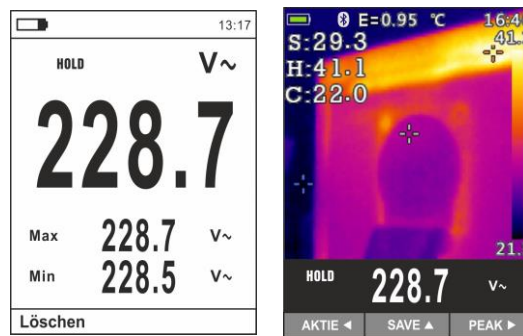

Fig. 19 Löschung und Teilung von aufgerufenen Bildern
28. Drücken Sie die Taste **HOLD/REL** auf dem aufgerufenen Bild. Die Bildschirmseiten in der Fig. 19 – Linker Teil) erscheinen im Display
30. Mit einem festen Bild auf dem Display benutzen Sie die Pfeiltasten ◀ oder ▶ zur Auswahl der Option "Aktie" (nur für Screenshots von IR-Bildern verfügbar für HT9025T) (siehe Fig.19 – Rechte Teil) damit das Bild auf dem Mobilgerät durch die APP HTMercury und Bluetooth Verbindung geteilt wird